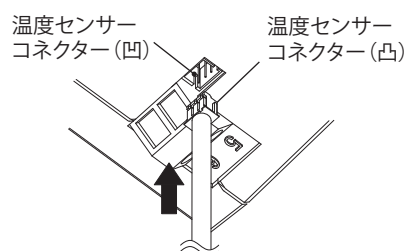

図12
- 温度センサーコネクタ(凸)を本体の温度センサーコネクタ(凹)に挿入してください。(図 12)